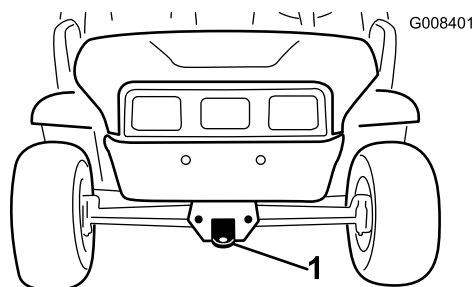
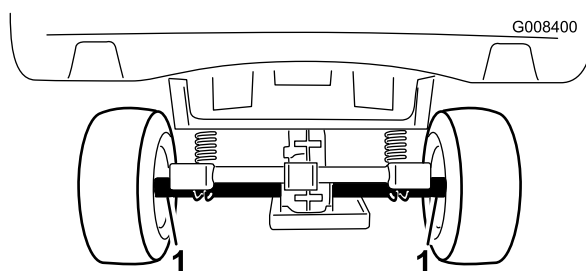

Figura 18
Figura 19
Consulte **Figura 18** e **Figura 19** para localizar os pontos de fixai¹/₂i¹/₂o da m¹/₂i¹/₂quina.
2. Ate um cabo de reboque ao garfo, na parte dianteira do chassis da máquina (Figura 18).